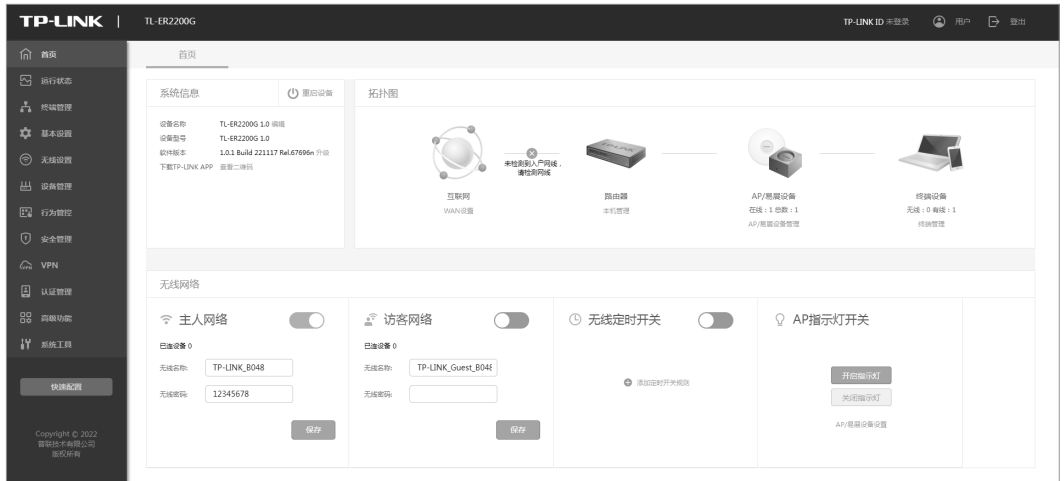

图4-8 路由器管理界面首页
8. 经过上述步骤即可成功登录路由器管理界面首页,如图4-8所示。点击左上角的本公司的商标,您就可以很方便地访问本公司主页(<http://www.tp-link.com.cn>)。点击页面左侧的主菜单栏即可进行相应功能的配置。